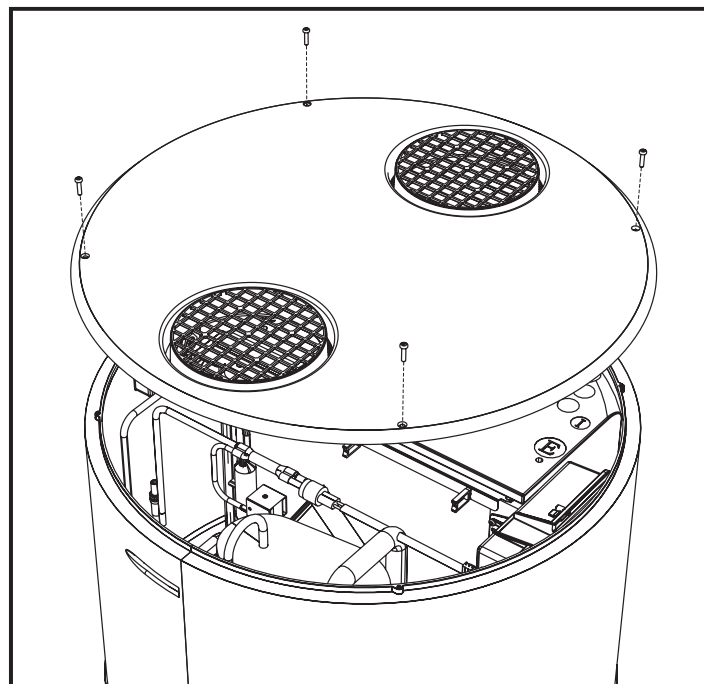

fig. 47- Rimozione del coperchio superiore
- Rimuovere il coperchio superiore svitando innanzitutto le viti di bloccaggio (fig. 47).